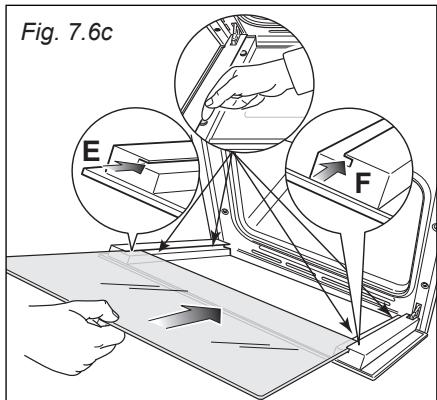
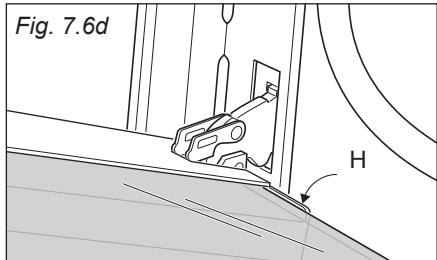

Fig. 7.6c
Fig. 7.6d
- Insérez la vitre dans les rails de guidage "E", et "F", (fig. 7.6c) et faites-la glisser en douceur jusqu'aux butées "H" (fig. 7.6d).